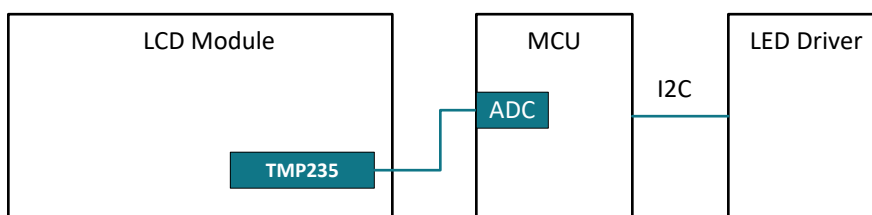

図 3. アナログ温度 IC を使用したディスプレイの温度センシング
アナログ温度集積回路 (IC) センサは温度に比例した電圧を出力する機能を備えており、サーミスタに対するコスト効率の優れた代替品です。サーミスタはディスクリート素子であるため、特にキャリブレーションをまったく行わない場合、そのソリューションの精度はシグナルチェーン 内の外付け部品の許容誤差とドリフトの影響を受ける可能性があります。TMP235-Q1 などのアナログ温度 IC は、抵抗をまったく必要とせず、Class-AB 出力ドライバを内蔵しているおかげで電圧リファレンスの変動してもほとんど影響を受けません。図 3 に示すように、ディスプレイ内のサーミスタを配置した同じ場所に IC を配置し、直接 ADC に接続します。『車載用 144 ゾーン・ローカル調光バックライトのリファレンス・デザイン』は、アナログ温度 IC を使用してディスプレイ温度を測定する方法の一例です。